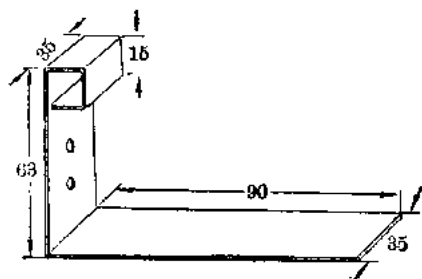

图 3
3. 小台钳左面部分(左虎口): 用宽 35 毫米, 长 198 毫米厚铁皮按图示尺寸, 弯成图 3 形状, 然后在竖直铁板上, 按右虎口竖直铁板小孔的对应位置打两个小孔。